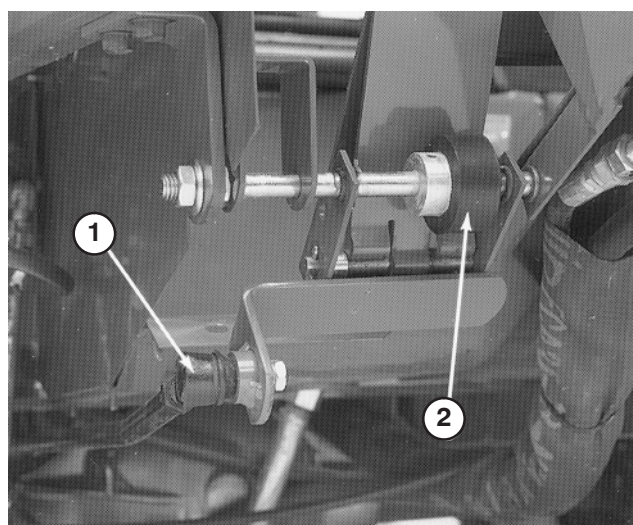

Bild 59
4. Stellen Sie die Steuerstange (Bild 59) ein, bis der Abstand zwischen der Oberkante der Anschlagsschraube des Fahrpedals und des Pedals 3 mm beträgt. Ziehen Sie die Sicherungsmuttern fest.
1. Lösen Sie die zwei Muttern, mit denen die Fahrpedalwelle rechts am Pedal befestigt ist (Bild 59).